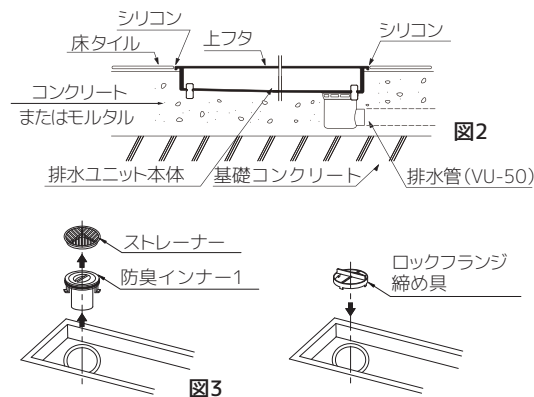

図3
③ストレーナーと防臭インナー1を取出して（図3）、付属の締め付け具にてロックフランジと排水トラップ本体を締め付けてください（図4）。
④上フタを排水ユニット本体にセットしてからモルタルで固定、もしくはアンカー材溶接にて固定してください。